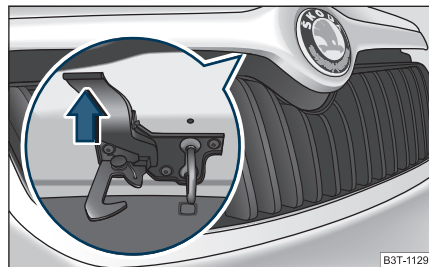

Abb. 201 Kühlergrill: Hebel der Sicherung
- Drücken Sie die Sicherung ⇒ Abb. 201, die Motorraumklappe wird entriegelt.